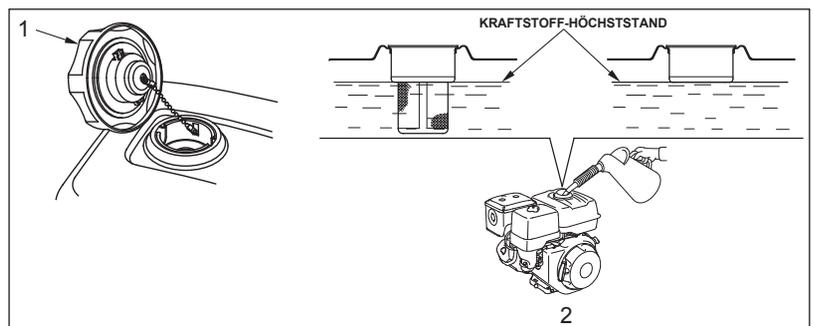

Bild 11
- Prüfen Sie den Kraftstofftank vor dem Start des Motors auf Undichtigkeiten und darauf, dass der Tankdeckel (Abb. 1 Bild 11) fest verschlossen ist. Verwenden Sie nur hochwertigen bleifreien Kraftstoff.
- Füllen Sie nicht zu viel Kraftstoff ein (Abb. 2 Bild 11), er könnte überlaufen.